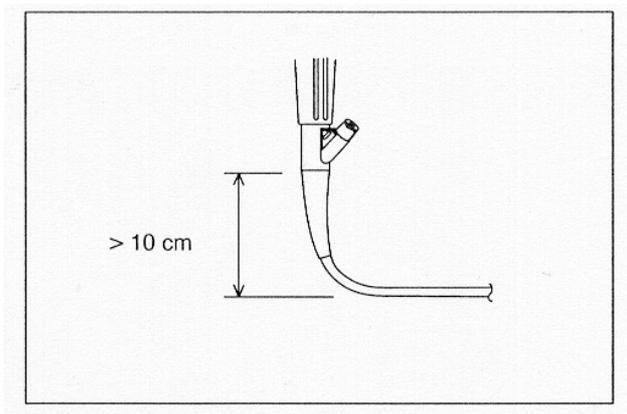

Рисунок 4.2
- Не сгибайте сильно вводимую трубку на 10-ти сантиметровом расстоянии на стыке кожуха и вводимой трубки. Вводимая трубка может быть выведена из строя. (См. рисунок 4.2).